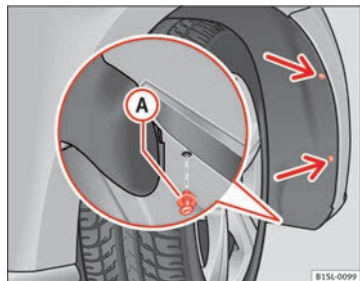

Fig. 153 Sur le passage de roue avant droit : Enlevez les vis de fixation (flèches) et retirez le rivet expansible (A).
Dévissez deux vis de fixation du revêtement du passage de roue ⇒ fig. 153 (flèches) avec le tournevis inclus dans l'outillage de bord ⇒ page 263.
9. Branchez le connecteur ① sur le support d'ampoule. La connexion doit s'encaster de manière audible.
11. Placez le rivet expansible sur le revêtement du passage de roue et du pare-chocs et enfoncez-le complètement ⇒ fig. 153 ②.
12. Vissez fortement les deux vis de fixation ⇒ fig. 153 (flèches) avec un tournevis. ■